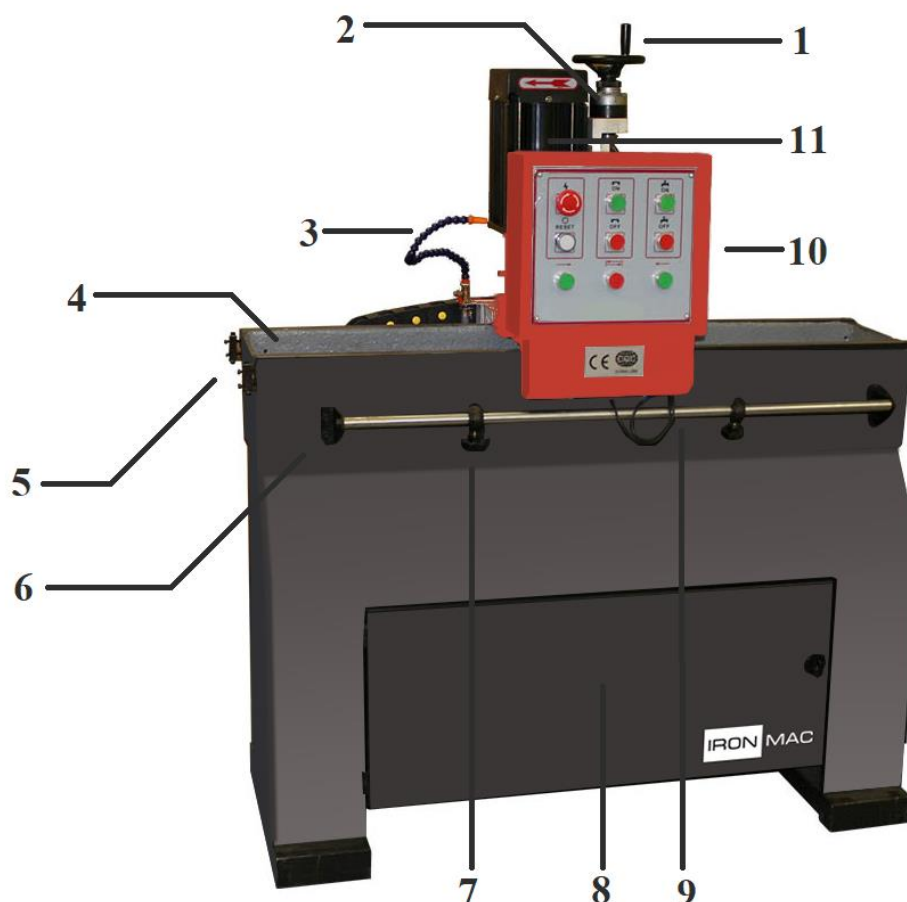

Рис. 1 Общий вид станка
4.1.1 Схема общего вида станка представлена на Рис. 1